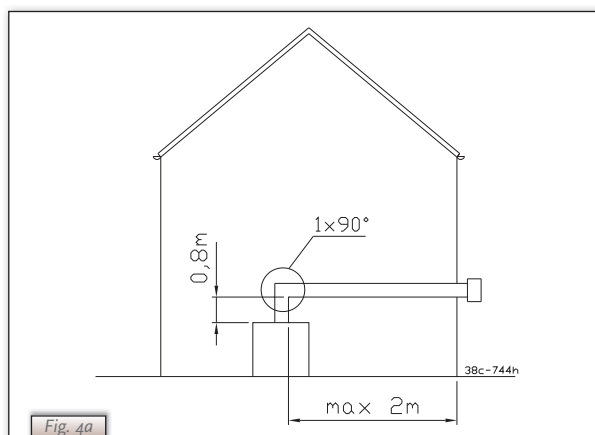

Fig. 4a
Bij toepassing van 0,8 meter verticale pijplengte mag de totale horizontale pijplengte maximaal 2 meter bedragen (exclusief geveldoorvoer; zie Fig. 4a);
b) 0,8 meter verticale pijplengte in combinatie met een 90° bocht en maximaal 2 meter horizontale pijplengte en een muurdoorvoer (zie Fig. 4a).